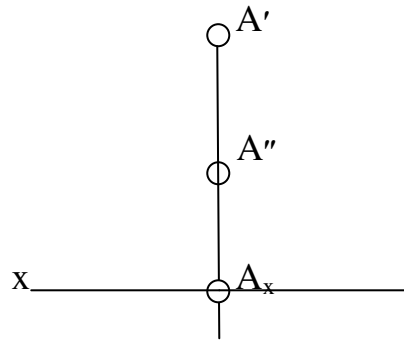

Рис. 1
3. Для того, чтобы построить эюр точки, необходимо определить, какими координатами задаются горизонтальная и фронтальная проекции точки. $A'(x;y)(0; -20)$, $A''(x;z)(0; 10)$. На оси Х в любом месте отмечаем точку A_x , через нее проводим линию связи, перпендикулярную оси Х. Начинаем отмечать точку A' , откладывая ординату вверх 20мм (т.к. отрицательная ордината направлена вверх), затем отмечаем точку A'' , откладывая положительную аппликату тоже вверх 10мм (т.к. положительная аппликата направлена вверх) (Рис.1)